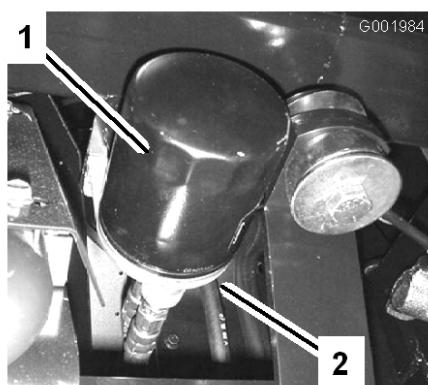

図 48
2. オイルフィルタ(図 48)を外す。
5. アダプタに新しいフィルタを取り付ける。ガスケットがアダプタに当たるまで手でねじ込み、そこから更に 1/2 回転増し締めする(図 48)。